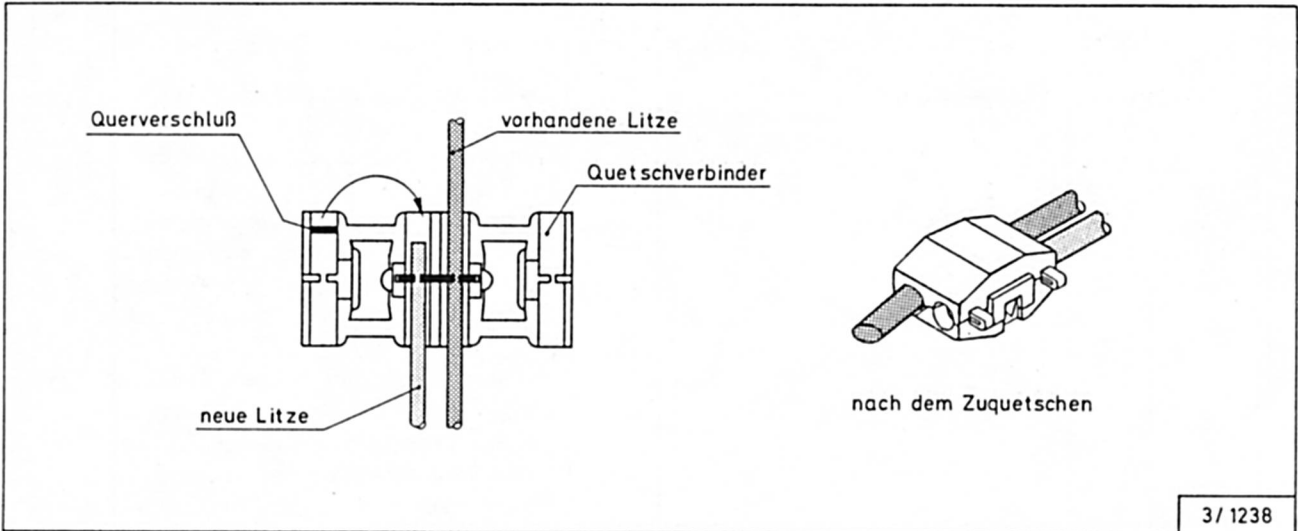

Abb. 6: Handhabung eines Quetschverbinders
| 12       | 652247      | 4     | Quetschverbinder              | 4        | <p>Nach Abb. 6 bzw. 7 möglichst nah an der 25-poligen Buchsenleiste in der oberen Steckverbindungsplatte an die folgenden drei Leitungen des Kabelbundes K0411 sowie an die vier vorstehenden roten bzw. schwarzen Leitungen anquetschen und somit die zum Lautsprecherbetrieb erforderlichen Abzweigungen herstellen.</p> <p>Arbeitsablauf: Quetschverbinder auseinanderklappen, Leitungen ohne die Isolierung zu entfernen einlegen, Quetschverbinder zusammenklappen und mit einer Zange fest zusammendrücken. (Hierbei schneidet das querliegende Metallstück die Kabelisolierung durch und stellt die elektrische und gleichzeitig die mechanische Verbindung her.)</p> <p>rot (1) zu Leitung von Pin 25 ( ) rot (2) zu Leitung von Pin 24 ( ) schwarz (1) zu Leitung von Pin 2 ( ) schwarz (2) zu Leitung von Pin 2 ( )</p> <p>An der Leitung, die von Pin 2 (=GND) der 25-poligen Buchsenleiste kommt, liegen also zwei Quetschverbinder.</p> | ( )      |